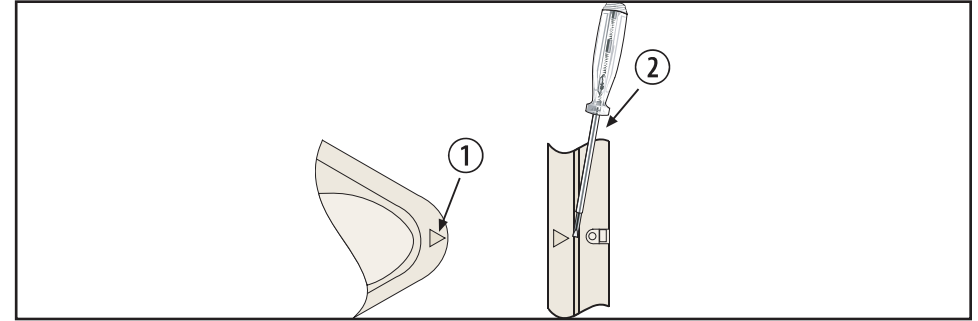

Figure 3.1 : Ouverture du détecteur
- Pour ouvrir le détecteur, repérez la flèche sur son couvercle. Voir *Figure 3.1 Ouverture du détecteur* référence (1). Faites pivoter un tournevis dans l'interstice entre le couvercle et la base. Voir *Figure 3.1 Ouverture du détecteur*, référence (2). Un côté du couvercle reste attaché à la base du détecteur.